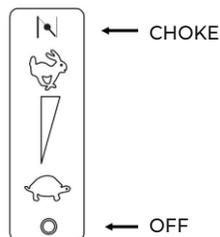

Рис. 9
1. Переведите рычаг воздушной заслонки в положение «СНОКЕ» - закрыто (рис.9).
2. Переведите рычаг зажигания в положение «OFF» выключено (рис. 9).